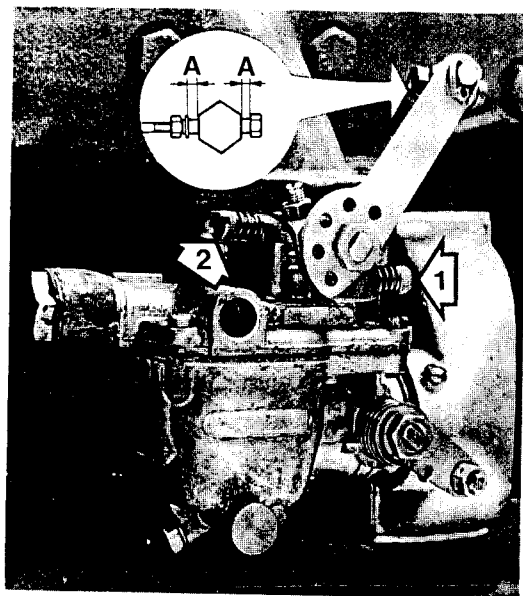

Fig. 20. Förgasare Solex 26VBN2
1. Kontrollera då gasreglaget står i neutralläge att reglagekabelns anslutningshylsa har en frigång av 1,5 mm (A, fig. 20) på var sida om tärningen. Justeringsmöjligheter finns dels vid förgasarens hävarm och dels vid reglagets hävarm.
2. Varmkör motorn samt kontrollera tomgångsvarvet, se "Tekniska data". Justera vid behov tomgångsskruven (1, fig. 20). Om motorn går orent, justera luftskruven (2) tills ren gång erhålls. Kontrollera att anslutningshylsan för reglagekabeln har rätt frigång enl. punkt 1.